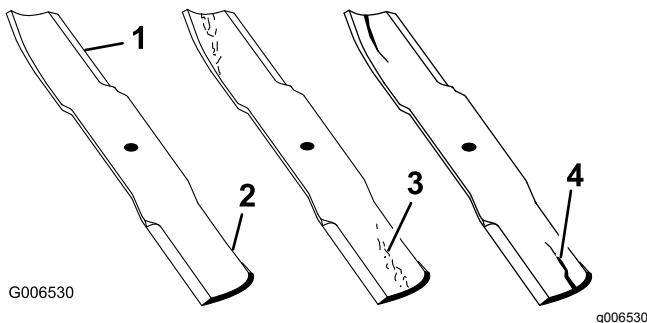

Figura 96
1. Inspeccione los filos de corte (Figura 96). Si los bordes no están afilados o tienen muescas, retire las cuchillas y afílelas. Consulte Afilado de las cuchillas (página 68).
2. Inspeccione las cuchillas, especialmente la parte curva (Figura 96). Si observa daños, desgaste o la formación de una ranura en esta zona (Figura 96), instale inmediatamente una cuchilla nueva.